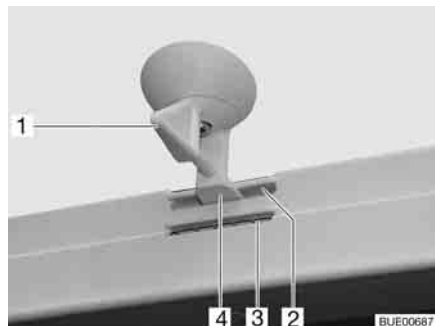
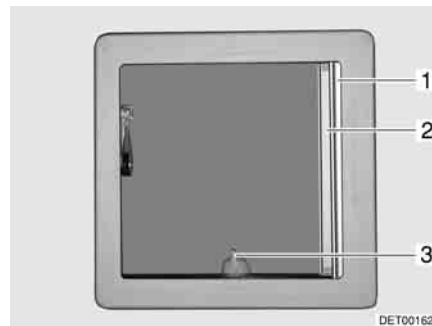

Fig. 46 Oblò inclinabile, bloccaggio
Fig. 47 Oblò inclinabile
- Ruotare la leva (Fig. 46,1 o Fig. 47,3) di un quarto di giro.
- Girare la leva di un quarto di giro. Il bloccaggio (Fig. 46,4) deve entrare nella feritoia inferiore (Fig. 46,3).
- Girare la leva di un quarto di giro. Il bloccaggio (Fig. 46,4) deve entrare nella feritoia superiore (Fig. 46,2).
- Tirare la tendina oscurante pieghevole (Fig. 47,1) fino alla posizione desiderata e rilasciare. La tendina oscurante pieghevole rimane in questa posizione.
- Estrarre la zanzariera a rullo (Fig. 47,2) fino a quando non scatta il bloccaggio dalla parte opposta.